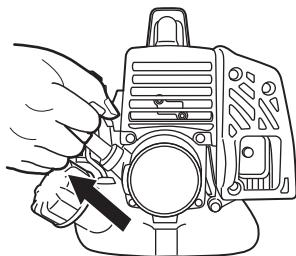

Fig. 18
(4) Tirez vivement sur la corde du lanceur en accompagnant son retour, sans relâcher brusquement la poignée. (Fig. 18)
(6) Puis tirez à nouveau d'un coup sec sur le démarreur à lanceur. (Fig. 18)